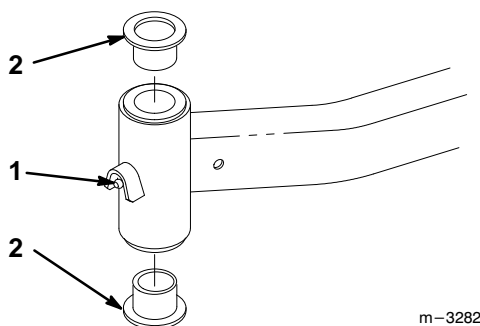

Figure 35
4. Introduire un chasse-goupille dans le fourreau et chasser prudemment les coussinets hors du tube (Fig. 35). Nettoyer l'intérieur du fourreau.
5. Graisser les nouveaux coussinets à l'intérieur et à l'extérieur. A l'aide d'un marteau et d'une cale martyre, emmancher prudemment les coussinets dans le fourreau (Fig. 35).